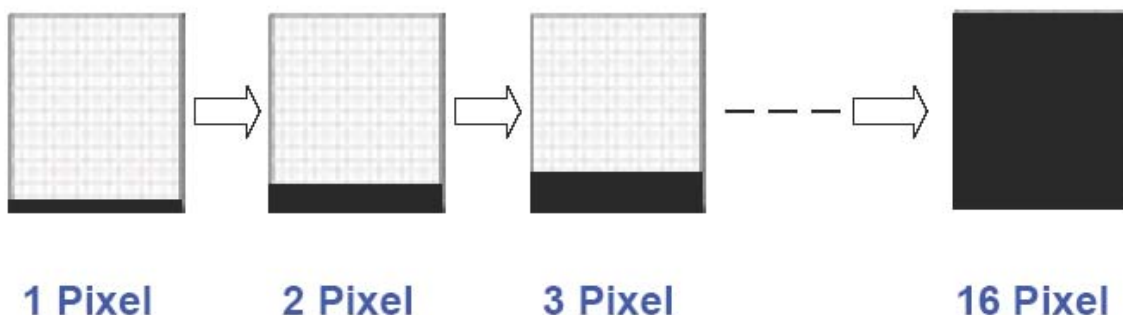

图5-7: 光标的高度
**REG[11h]Bit7-4**设置的屏幕上显示光标的高度，与WCCR的bit0配套使用，可以设置屏幕上光标的形状。如图5-7是宽度为16的时候高度为不同值时候的光标形状，到16x16就是一个方块形状的光标。